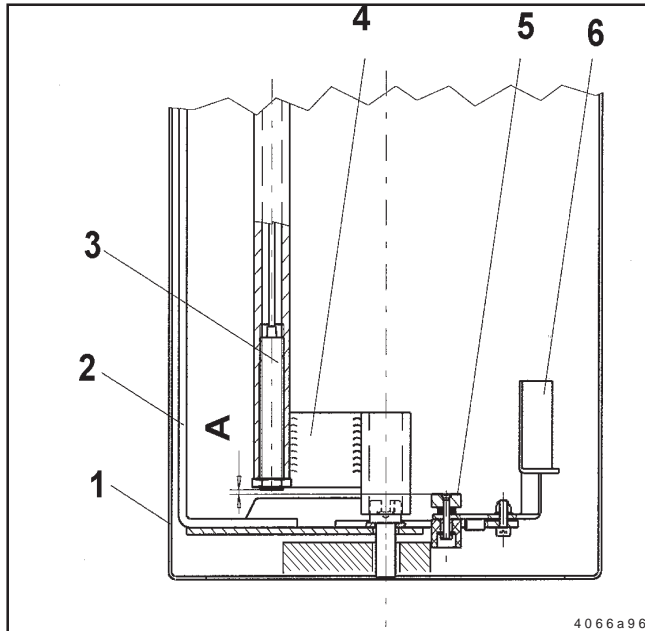

Fig. 2 Método de funcionamiento del aviso de nivel mínimo (depósitos de grasa „...XLI“, „...XBI“)
- El imán (5, fig. 2) en la chapa guía (6) pivoteada es movido en cada rotación de la paleta agitadora (2) en dirección de la pared exterior del depósito (1). Esto ocurre forzosamente mediante una leva en el grupo de cuerpo, poco después de que el imán (5) se haya movido debajo de la paleta fija (4).
- En cuanto que aún se encuentre grasa en el depósito (1), la fuerza de resistencia de la grasa actúa en contra del movimiento giratorio sobre la chapa guía (5). El imán (5) es retrocedido en dirección del centro del depósito durante cada rotación. En esta posición, el imán (5) ya no actúa sobre el interruptor electromagnético (3). Por lo tanto no hay aviso de nivel mínimo.